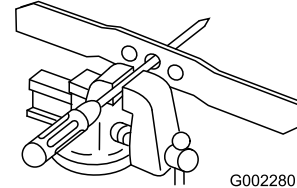

Figura 28
1. Verificați echilibrul lamei prin amplasarea orificiului central al lamei pe un cui sau o urubelniță a cărei coadă este fixată orizontal într-o menghină (Figura 28).